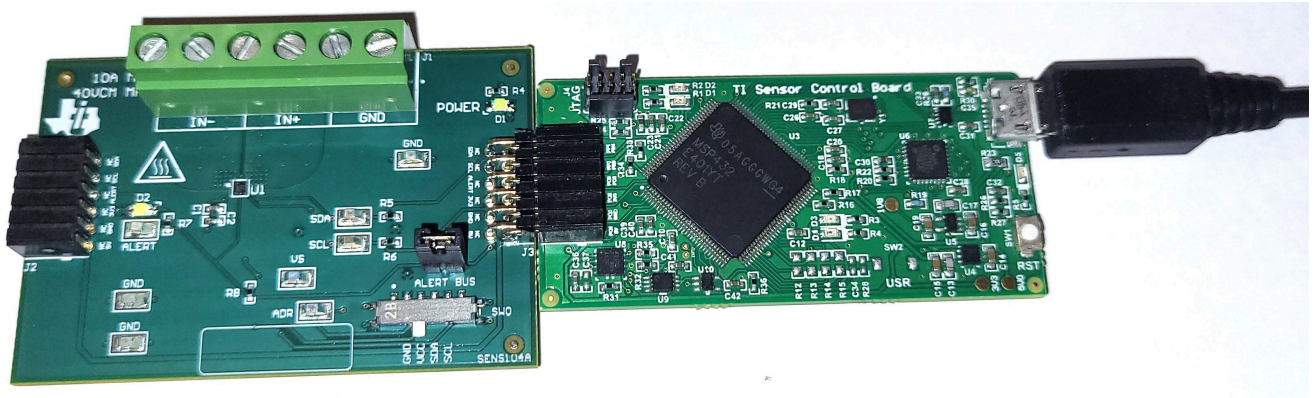

图 3-1. EVM (左) 连接到 SCB 控制器 (右)
3. 如图 3-1 所示，将 EVM 连接到 SCB 控制器。
若要将 EVM 和 SCB 控制器（单独销售）搭配使用，如图 3-1 所示连接 EVM。